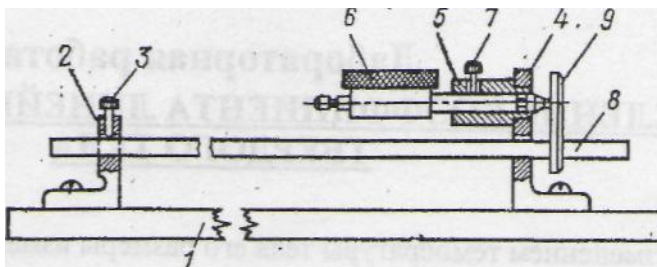

рис. 2
6. Индикатор 6 вставить в отверстие патрубку 5 и закрепить винтом 7 так, чтобы обеспечить натяжение механизма индикатора через его стержень, который должен упираться в левую сторону пластинки (рис. 2). Натяжение определяется поворотом стрелки индикатора относительно шкалы на 1—2 оборота.